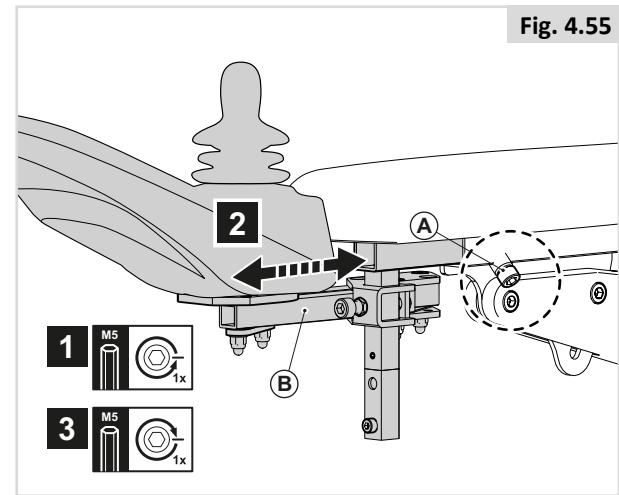

Fig. 4.55
4.15 Forudindstillet fast beslag/svingbart beslag til betjeningsenhed**Dybde på betjeningsenhed (Fig. 4.55)**